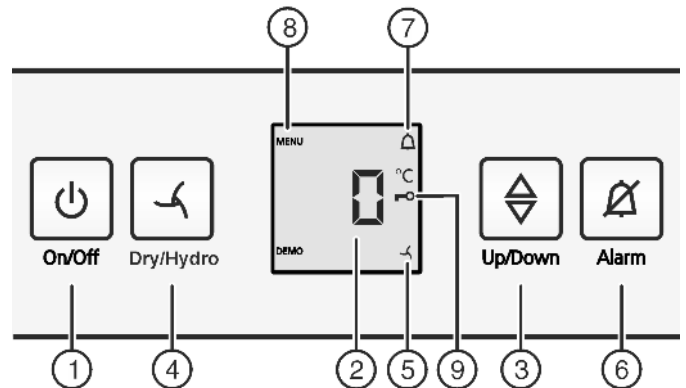

Fig. 2
- Nyomja meg a On/Off gombot Fig. 2 (1).
- ▶ Aktiválja a beállítási módot: Nyomja a Dry/Hydro gombot Fig. 2 (4) kb. 6 mp-ig.
- ▷ Kigyullad a Menü ikon Fig. 2 (8).
- ▶ A jóváhagyáshoz röviden nyomja meg a Dry/Hydro gombot Fig. 2 (4).
- ▶ A gyermekbiztosíték bekapcsolásához röviden nyomja meg a Dry/Hydro gombot Fig. 2 (4).
- ▷ A gyermekbiztosíték ikonja Fig. 2 (9) világít. A kijelzőn **c** villog.
- ▶ A gyermekbiztosíték kikapcsolásához röviden nyomja meg a Dry/Hydro gombot Fig. 2 (4).
- ▷ A gyermekbiztosíték ikon Fig. 2 (9) kialszik. A kijelzőn **c** villog.
- ▶ Beállítási mód kikapcsolása: Nyomja meg a On/Off gombot Fig. 2 (1).
- ▶ Nyomja meg a riasztás gombot Fig. 2 (6).